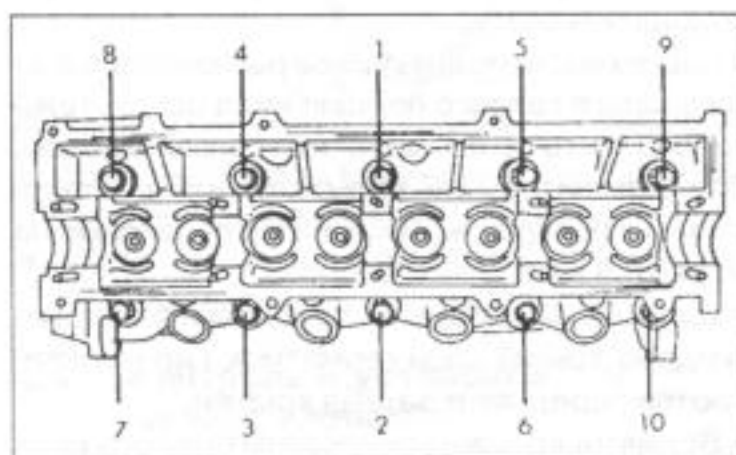

Рис. 71.
- Руководствуясь рис. 71, затянуть болты в заданной последовательности с моментом затяжки 30 Нм.